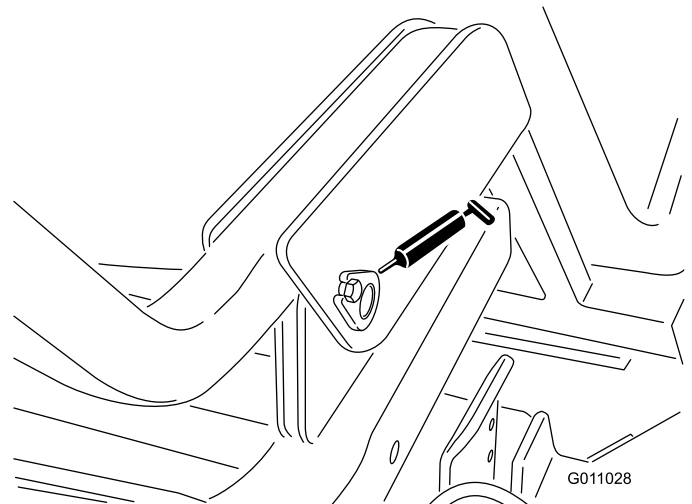

Bild 32
- Füllkastengelenk (unten) (2) Bild 32).